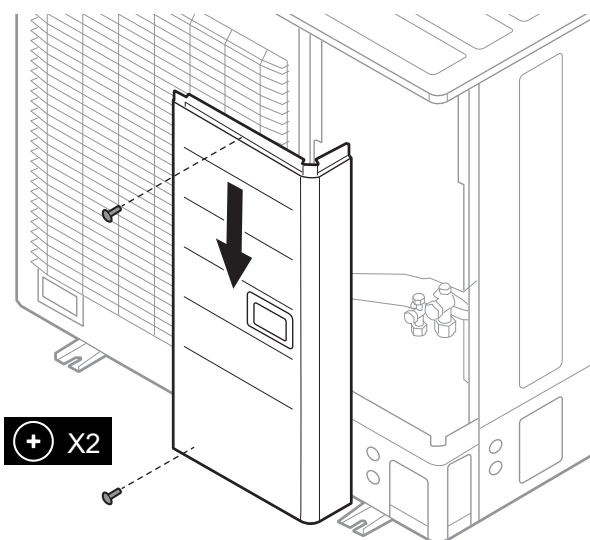

fig. 14 - Ouverture de l'unité extérieure modèles 10
- Pour faciliter les opérations d'entretien et permettre l'accès aux différents organes, il est conseillé de prévoir un espace suffisant tout autour du module hydraulique (fig. 14, page 20).